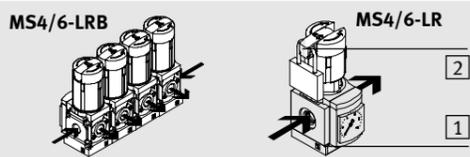

Bild 1/Fig. 1
Bestimmungsgemäß regeln das Filterregelventil MS4/6-LFR und das Druckregelventil MS4/6-LR(B) Druckluft im nachfolgenden Strang auf den eingestellten Arbeitsdruck. Dabei glättet das MS4/6-LFR/LR(B) Druckschwankungen. Das MS4/6-LRB ermöglicht die Druckeinspeisung auf beiden Seiten (→ Bild 1).